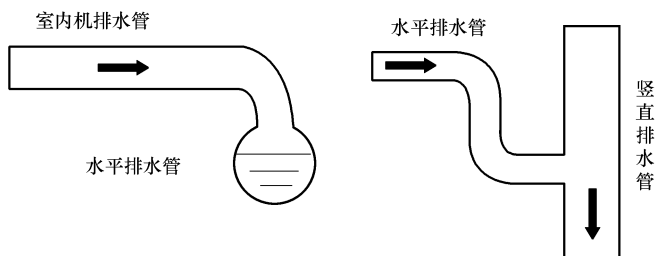

图 3-46 水平、竖直冷凝水管汇流管安装示意图
2) 当排水支管和汇流管进行拼接时，水平管需以一定落差接入，请参考图 3-46 进行操作，且两边的分支管汇流同一点时，应错位接入主管，以防止出现倒流。